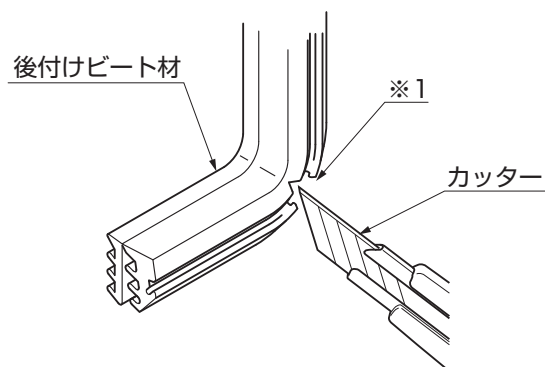

図1-30
- 後付けビート材を折曲げる箇所(※1)にカッター等で切欠きを入れてください。(図1-30参照)